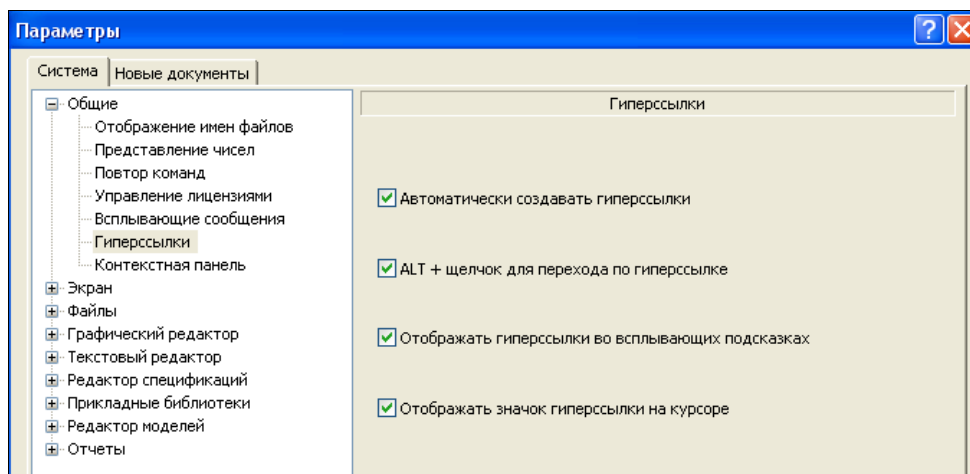

Рис. 15.4. Диалоговое окно **Параметры** с открытой панелью **Гиперссылки**
- ♦ щелкните ЛК по пункту **Гиперссылки**. В правой части окна на панели **Гиперссылки** (рис. 15.4) установите все флажки, если вы собираетесь использовать гиперссылки;